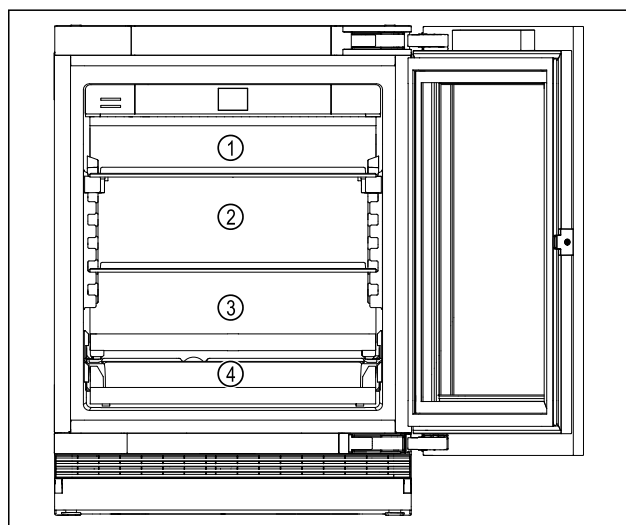

Fig. 4 Beispielhafte Darstellung
- Oberer Bereich Fig. 4 (1): Butter, Käse, Konserven und Tuben lagern.
- Mittlerer Bereich Fig. 4 (2): Verpacktes Obst und Gemüse, Kuchen und Torten lagern.
- Unterer Bereich Fig. 4 (3): Leicht verderbliche Lebensmittel wie fertige Speisen, Fisch, Fleisch- und Wurstwaren lagern.
- Getränkeablage Fig. 4 (4): Dosen, kleinere Flaschen lagern.